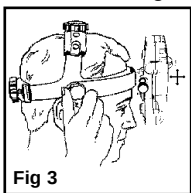

Fig 3
La barre frontale peut être placée correctement en desserrant les dispositifs de barre (F). Une fois la position correcte, ajustez en serrant (F) comme illustré à la Fig.3.